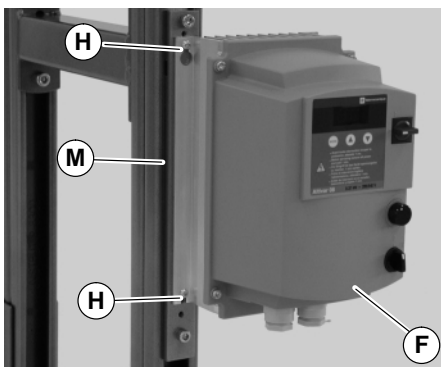

Abbildung 15
3. Den Frequenzumrichter (F siehe Abbildung 15) an der Montageleiste (M) mit Schrauben befestigen (H).